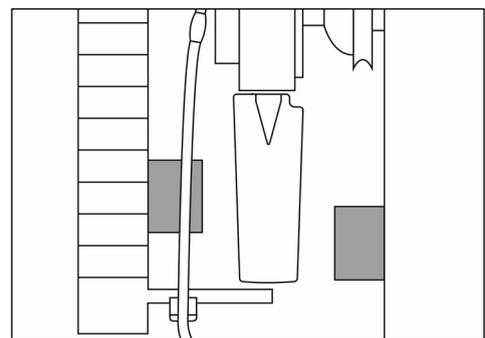

Abb. 34
30) Sicherstellen, dass die Flügelblätter in der Querstellung mit keinen Objekten vor oder hinter dem Ventilator kollidieren (Mindestabstand 5 mm (0.196") / siehe Abb. 34).